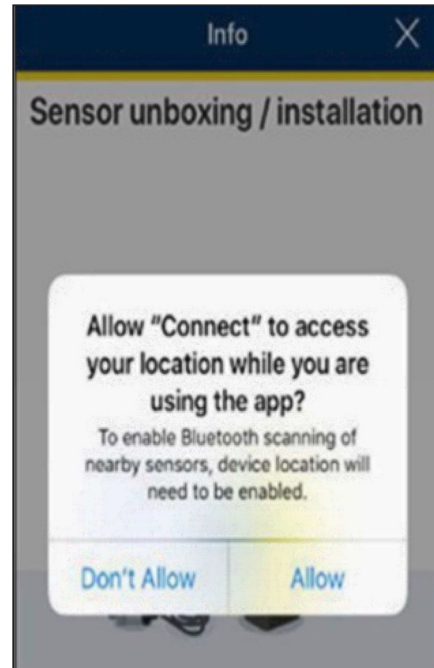

Abbildung 1
3. Chesterton Connect™ kommuniziert mit dem mobilen Gerät über Bluetooth. Zur Aktivierung von Bluetooth-Scannen muss die Chesterton Connect App Zugriff auf den Standort des Mobilgeräts haben (siehe Abbildung 1).